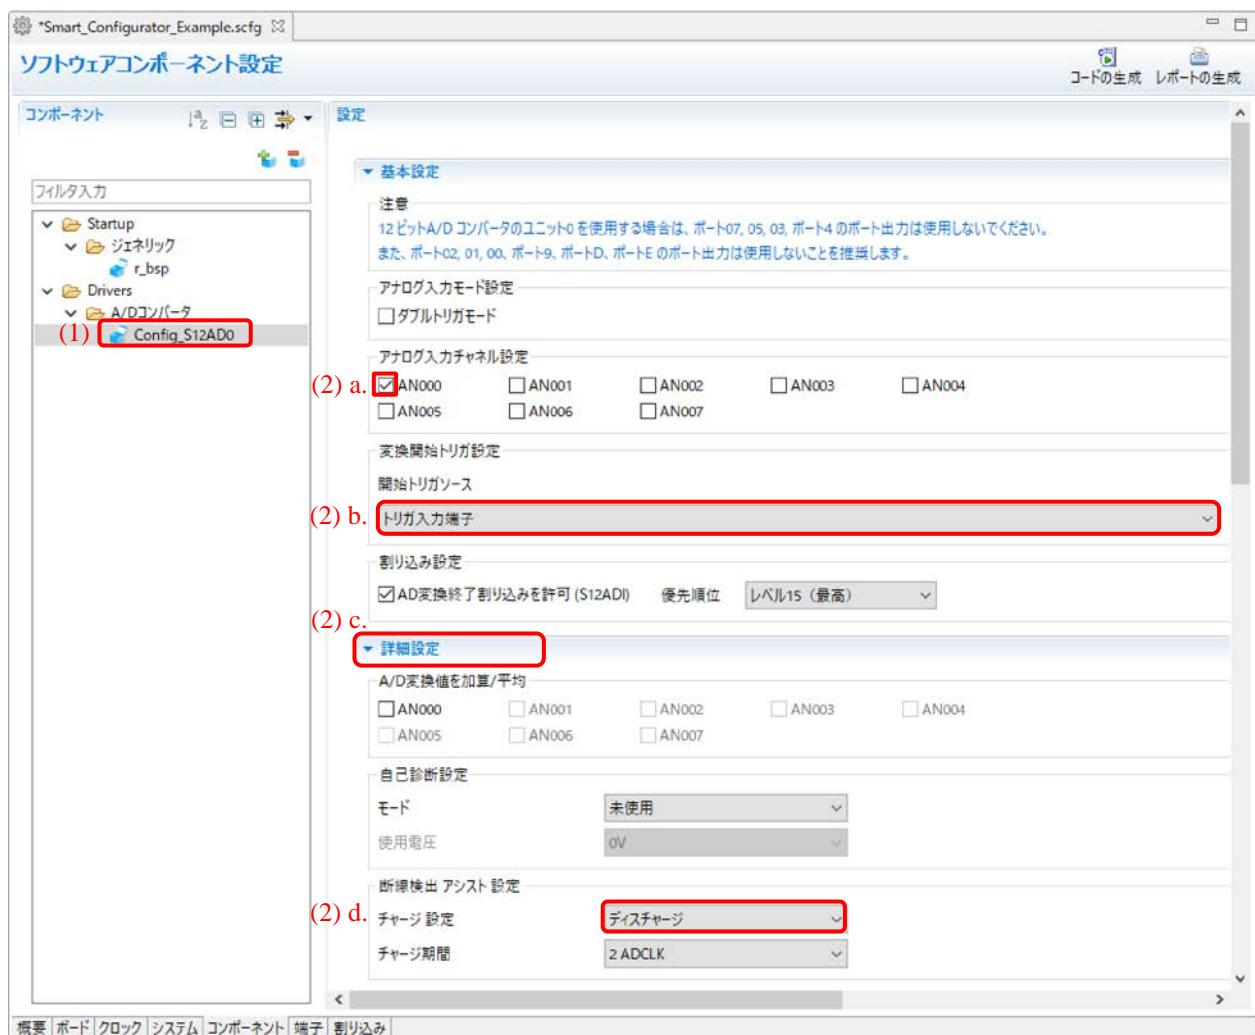

図 4-17 コンポーネントのコンフィグレーション設定
- (1) コンポーネントツリーにある コンポーネントをクリックします。 (例 : Config\_S12AD0)
- (2) 右側の設定パネルでドライバを設定します。図 4-17 は例です。